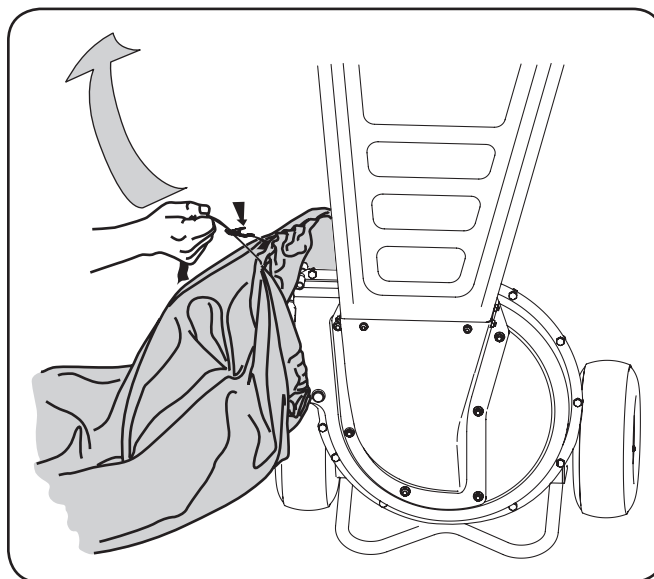

Figure 3-2
1. Coloque la abertura de la bolsa completamente sobre el deflector del canal. Vea la Figure 3-2.